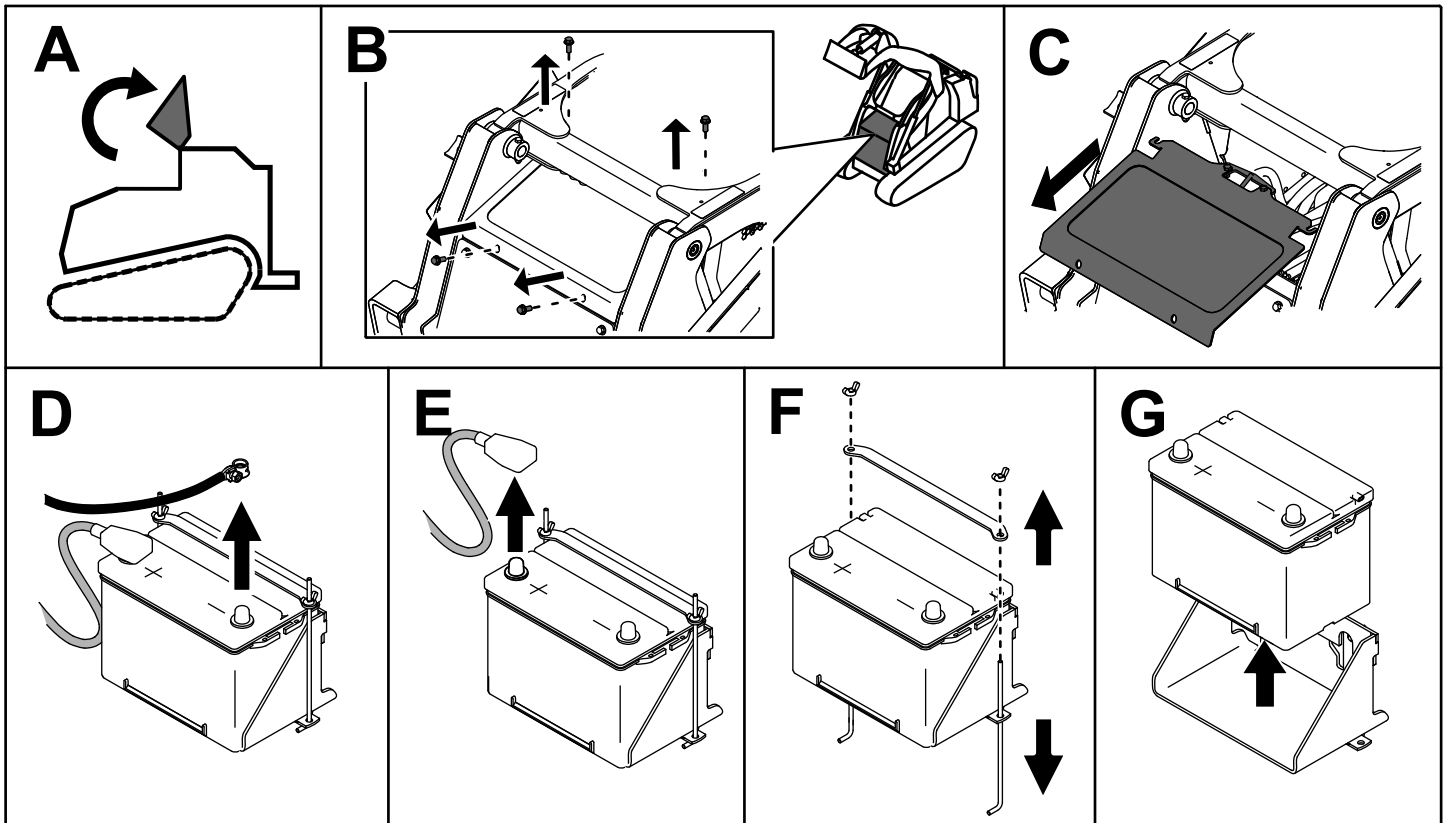

Figure 51
3. Retirez la batterie, comme montré à la Figure 51.